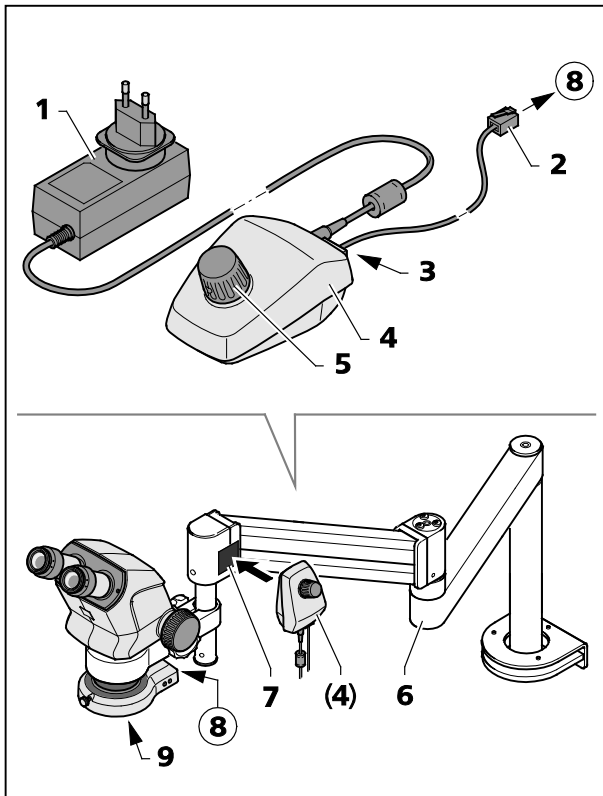

Bild 19 Controller K LED
Der Controller K (Bild 19/4) dient zur Ansteuerung der Ringleuchte bei Anwendungen mit Auslegerstativen A oder U oder weiteren Stativen.
- Vorsatzsystem (Bild 19/7) am Mikroskopkörper anschrauben.
- Die Magnetplatte (Bild 19/7) mit der klebenden Seite am Schwenkarmstativ befestigen.
- Das mitgelieferte Anschlusskabel (1 m Länge) (Bild 19/2) in die Buchse (Bild 19/8) an der Ringleuchte und in die Buchse (Bild 19/3) an der Rückseite des Controllers K einstecken.
- Den Controller K (Bild 19/4) an die Magnetplatte (Bild 19/7) ansetzen.
- Den Controller K mittels Netzteil (Bild 19/1) an das Netz anschließen.
- Das Schwenkarmstativ (Bild 19/6) so ausrichten, dass eine ergonomische Arbeitsposition besteht.
- Durch Drücken des Drehknopfes (Bild 19/5) am Controller K die Ringleuchte einschalten und durch Drehung des Knopfes die Beleuchtungsintensität regeln.